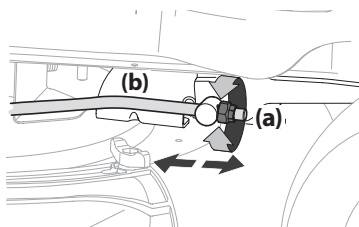

Figura 17
3. Ubique la tuerca de seguridad con brida en el extremo frontal de la varilla de elevación de la PTO (b). Consulte la Figura 17.